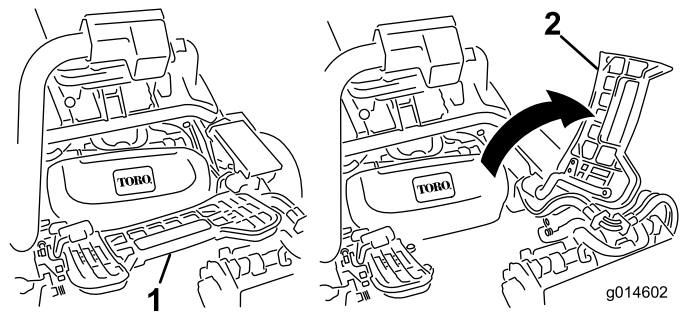

Figura 29
1. Sollevate il poggiapiedi e ruotatelo fino all'apertura, per consentire l'accesso alla posizione dell'apparato di taglio centrale. (Figura 29)